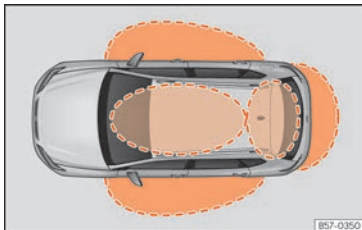
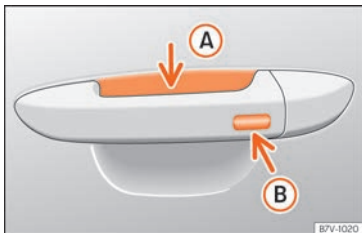

Abb. 74 Keyless Access: Näherungsbereiche.
Abb. 75 Türgriff: Sensorflächen
»» Abb. 75
Keyless Access ist ein schlüsselloses Start- und Schließsystem, mit dem das Fahrzeug ohne aktive Fahrzeugschlüsselbenutzung ent- bzw. verriegelt werden kann. Dazu müssen sich lediglich ein gültiger Fahrzeugschlüssel im Erfassungsbereich für den Zugang zum Fahrzeug befinden »» Abb. 74 und eine der Sensorflächen an den Türgriffen »» Abb. 75 berührt oder der Softtouch/Haltegriff der Heckklappe betätigt werden »» Seite 109 »» **!**.
Befindet sich ein gültiger Schlüssel in einem der Funktionsbereiche »» Abb. 74, erteilt das schlüssellose Schließ- und Startsystem Keyless Access diesem Schlüssel eine Zugangsberechtigung, sobald eine der Sensorflächen an den Vordertürgriffen oder der Softtouch/Haltegriff an der Gepäckraumklappe betätigt wird.
- Umfassen Sie einen der Griffe an den Vordertüren. Dabei wird die Sensorfläche »» **Abb. 75 (A)** (Pfeil) im Türgriff berührt und das Fahrzeug entriegelt sich.
- Berühren Sie *einmal* die Verriegelungssensorfläche »» **Abb. 75 (B)** (Pfeil) am Griff an einer der Vordertüren. Die Tür, an welcher der Griff betätigt wird, muss geschlossen sein.
- Berühren Sie *einmal* die Sensorfläche »» **Abb. 75 (B)** (Pfeil) am Griff an einer der Vordertüren. Das Fahrzeug ist mit der „Safe“ »» **Seite 104**-Sicherheitssystem verriegelt. Die Tür, an welcher der Griff betätigt wird, muss geschlossen sein.
- Berühren Sie *zweimal* die Sensorfläche »» **Abb. 75 (B)** (Pfeil) am Griff an einer der Vordertüren, um das Fahrzeug zu verriegeln, ohne das Sicherheitssystem „Safe“ zu aktivieren »» **Seite 104**.
Wenn sich ein gültiger Fahrzeugschlüssel in der Nähe »» **Abb. 74** der Heckklappe befindet, entriegelt die Heckklappe beim Öffnen des verriegelten Fahrzeugs.
- Berühren Sie die Schließaste  auf dem Funkschlüssel und berühren Sie einmal innerhalb von 5 Sekunden die Verriegelungssensorfläche am Fahrertürgriff »» **Abb. 75 B**. Greifen Sie nicht am Türgriff, da sich das Fahrzeug sonst nicht verriegelt. Die Deaktivierung kann auch erfolgen, wenn das Fahrzeug über Fahrertürschloss verriegelt wird.
Um mit der **Komfortfunktion** alle elektrischen Seitenfenster und das Glasdach zu schließen, legen Sie einige Sekunden einen Finger auf den Verriegelungssensorfläche »» **Abb. 75 B** (Pfeil) am Türgriff, bis die Seitenfenster und das Dach geschlossen sind.
Die Sensoren der Türgriffe können durch einen Wasser- oder Hochdruckdampfstrahl aktiviert werden, sofern sich ein gültiger Schlüssel in der Nähe befindet. Ist mindestens eines der elektrisch betriebenen Seitenfenster geöffnet und wird die Sensorfläche »» **Abb. 75 B** (Pfeil) an einem der Türgriffe permanent aktiviert, schließen sich alle Fenster.